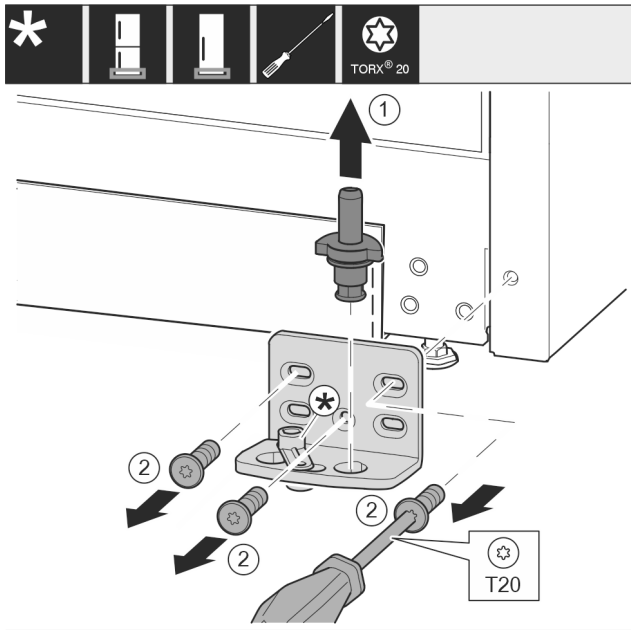

Fig. 25
- Lagerbolzen Fig. 25 (1) komplett nach oben herausziehen.
- Schrauben Fig. 25 (2) mit Schraubendreher herausdrehen und Lagerbock abnehmen.